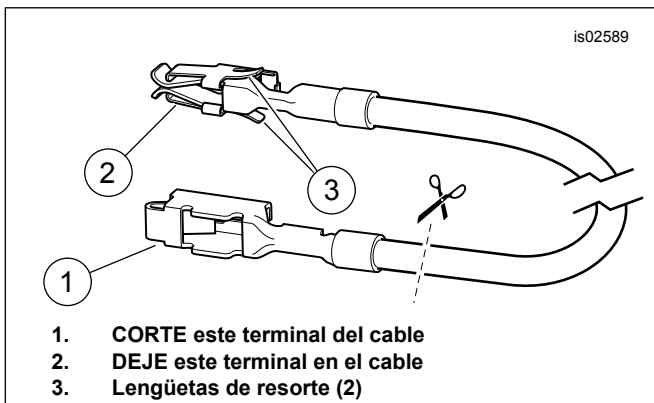

Figura 8. Cable adaptador del bloque de fusibles (Dyna y Softail)
3. Vea Figura 22. Obtenga del kit el cable del adaptador del bloque de fusibles naranja/blanco (9). Observe el terminal en cada extremo (vea Figura 8). Solo el terminal con las lengüetas de resorte encajará dentro de este bloque de fusibles. Cuidadosamente corte el terminal que no se esté usando del cable y deséchelo.